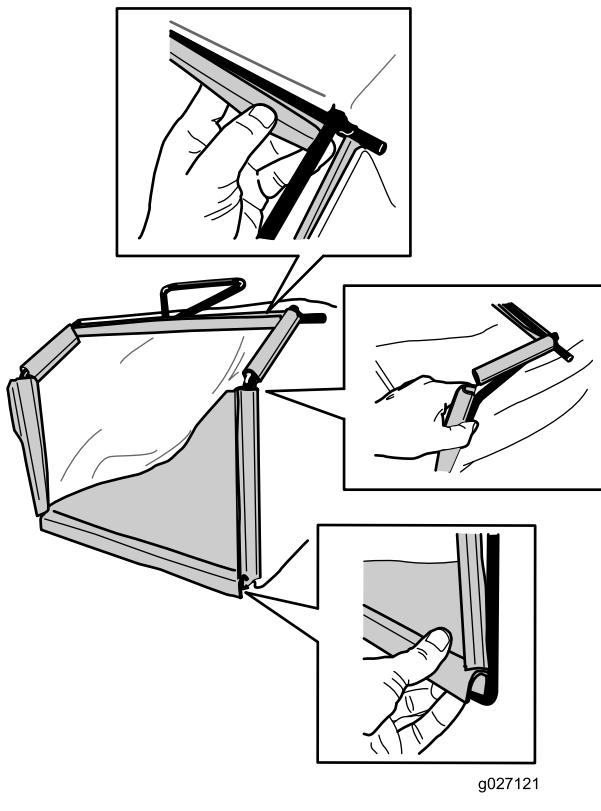

Figura 8
2. Enganche el canal inferior del recogedor en la parte inferior del bastidor (Figura 8).
- Enganche los canales superiores y laterales del recogedor en la parte superior y en los laterales del bastidor, respectivamente (Figura 8).